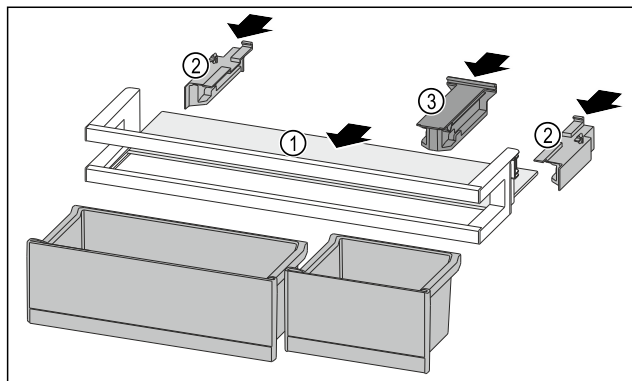

Fig. 120
- ▶ Policu za odlaganje Fig. 120 (1) gurnite u bočne otvore.
- ▶ Umetnite bočne dijelove Fig. 120 (2).
- ▶ Umetnite pridrži dio Fig. 120 (3).